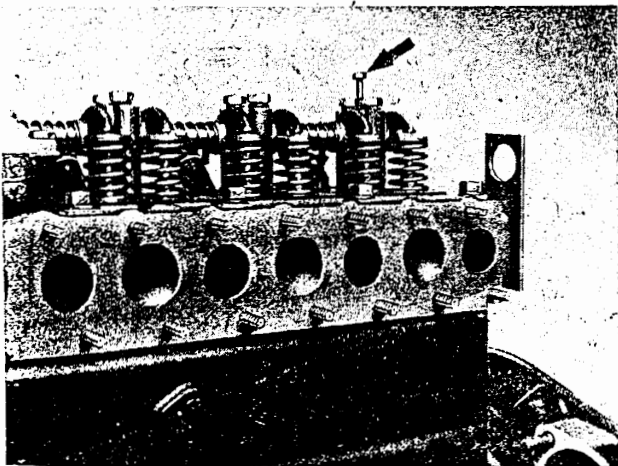

Bild M 12. Blockierung der Kipphebelachse vor der Demontage (Pfeil)
9. Kipphebelbock auf der Achse mit einer Sechskantschraube M 8 × 40 blockieren, Befestigungsschrauben für Kipphebelböcke abschrauben und Kipphebelachse abnehmen. **Das Blockieren ist erforderlich, weil sonst durch Verdrehen die Ölzuführung vom Kipphebelbock zur Kipphebelachse unterbrochen wird (Bild M 12).**